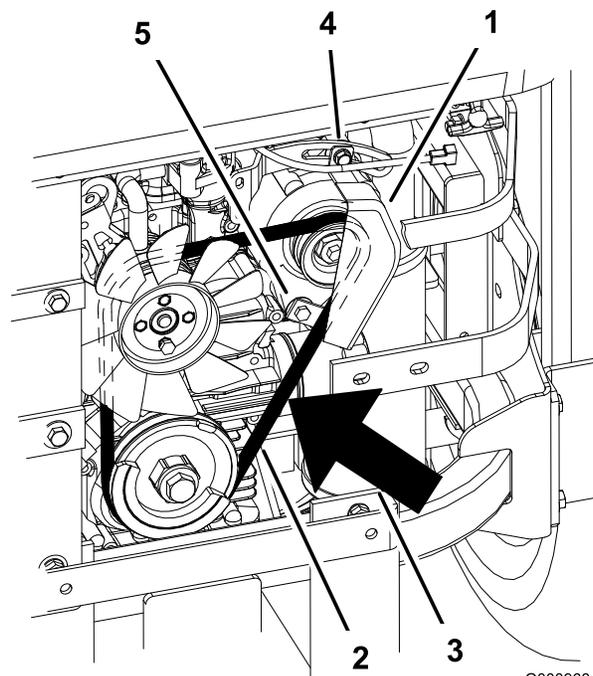

Figura 62
- Aloje el perno inferior y retire el perno superior que sujeta el alternador y la cubierta (Figura 62).
- Instale una correa nueva alrededor de las poleas y del alternador (Figura 62).
- Apriete el perno inferior e instale el perno superior que sujeta el alternador y la cubierta (Figura 62).
- Ajuste el alternador hacia fuera hasta que quede una desviación de 7 a 9 mm en la correa entre el motor y las poleas del alternador con un esfuerzo de 10 kgf (Figura 62).
- Si la desviación es correcta, apriete los pernos inferior y superior (Figura 62).